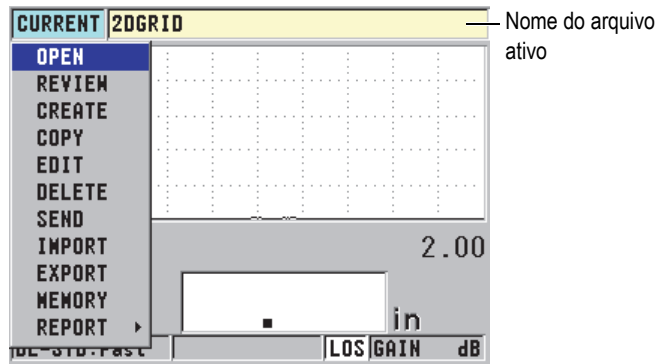

Figura 5-13 Nome do arquivo ativo exibido na barra de ID
O datalogger opcional do 45MG é um sistema baseado em arquivo, no qual apenas um arquivo é aberto por vez. O arquivo ativo armazena uma medida em uma identidade (ID) baseada na localização de medida de espessura. Cada vez que [SAVE] é pressionado, o valor mostrado é salvo no arquivo ativo e na ID atual. O ID é automaticamente aumentado para a próxima medida. Quando se pressiona [FILE], o nome do arquivo ativo aparece na barra de ID acima do menu (ver Figura 5-13 na página 78).